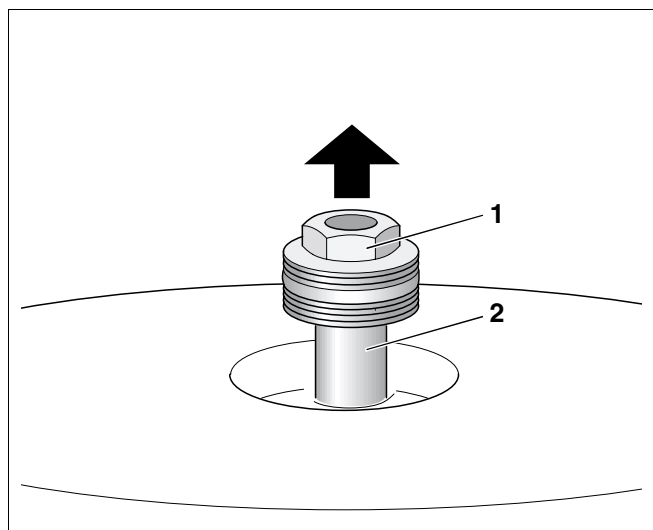

Fig. 12 Sostituzione dell'anodo di magnesio
- Svitare l'esagono (fig. 12, **pos. 1**) dell'anodo di magnesio con la chiave ad anello SW 32.
- Svitare l'anodo di magnesio (fig. 12, **pos. 2**).